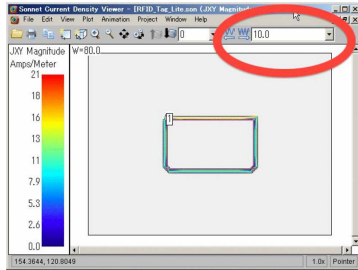

図 2.16 “emvu”
**周波数** 図 2.16 のように, 右上の “プルダウン” でも操作できます。